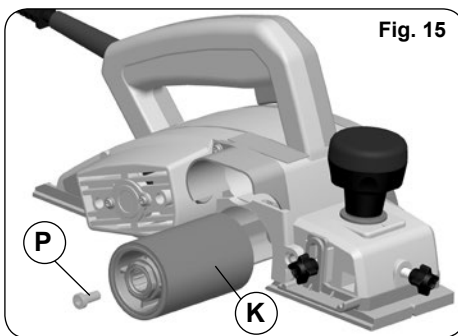

Fig. 16
- Załóż osłonę I, a za pomocą 4mm klucza Allen'a wkręć śrubki H aby ją przymocować do obudowy urządzenia (Rys. 16).
Aby wygładzić krawędź obrabianego elementu w prosty i szybki sposób, przyłóż rowek "V" wyźłobiony na środku podstawy szlifierki do obrabianej krawędzi i równo przesuwaj urządzenie, zachowując nachylenie pod kątem 45° (Rys. 16).